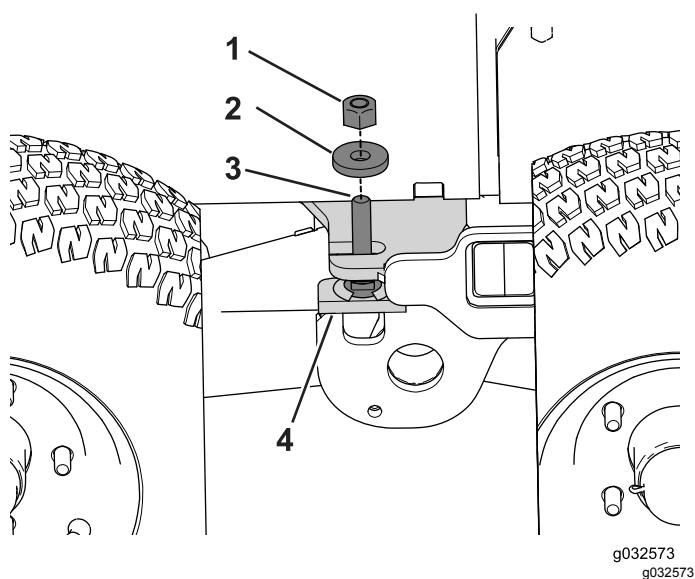

Figure 104
2. Retirez le contre-écrou et la rondelle du goujon fileté sur la butée de bogie (Figure 104).
9. Installez et serrez la rondelle plate (1/2") et le contre-écrou sur le pivot du bogie (Figure 104).